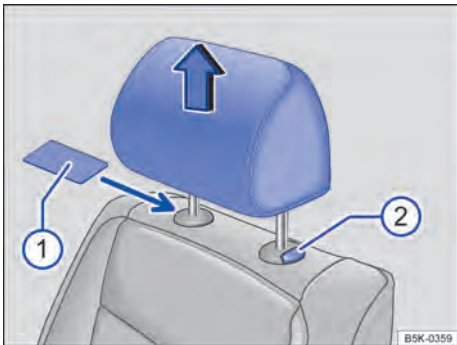

Fig. 64 Desinstalar o apoio para cabeça dianteiro.
- Se necessário, empurrar um objeto plano, por exemplo, um cartão de plástico, entre o revestimento do encosto do banco e a capa de cobertura da barra guia do apoio para cabeça ⇒ Fig. 64 ① para destravar.
- Retirar o apoio para cabeça com o botão ② pressionado.